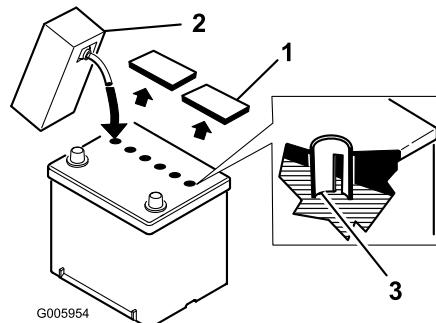

Bild 3
4. Reinigen Sie die Oberseite der Batterie und nehmen Sie die Entlüftungsdeckel ab (Bild 3).
5. Gießen Sie langsam Batteriesäure in jede Batteriezelle, bis der Säurestand das untere Teil des Rohrs erreicht (Bild 3).
- Gießen Sie langsam Batteriesäure in jede Batteriezelle, bis der Säurestand wieder den **unteren** Teil des Rohres (Bild 3) erreicht und drehen die Verschlussdeckel auf.